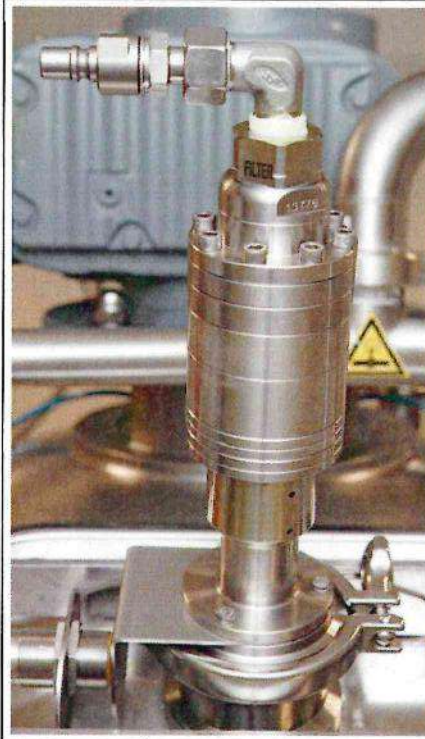

Abbildung 20 Reinigungsposition des Reinigungskopfes am Mischer
- ▷ Auf die richtige Lage des Reinigungskopfes achten (siehe Abbildung 20).